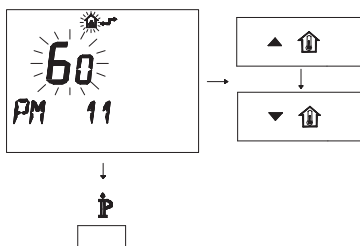

Figura 5.50
- Per modificare il SET programmato agire sui pulsanti ▲  $\mathbb{H}$  o ▼  $\mathbb{H}$  e aspettare che il numero programmato cominci a lampeggiare (Figura 5.50). Ogni passo incrementato o decrementato corrisponde a 1 secondi.